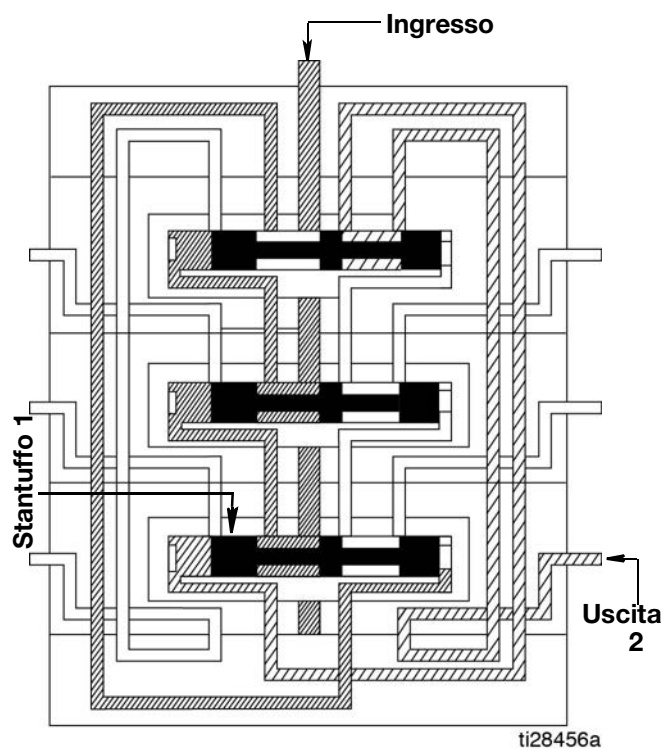

FIG. 13
2. Lo stantuffo 1 apre, erogando il lubrificante all'uscita 2 (Fig. 13).